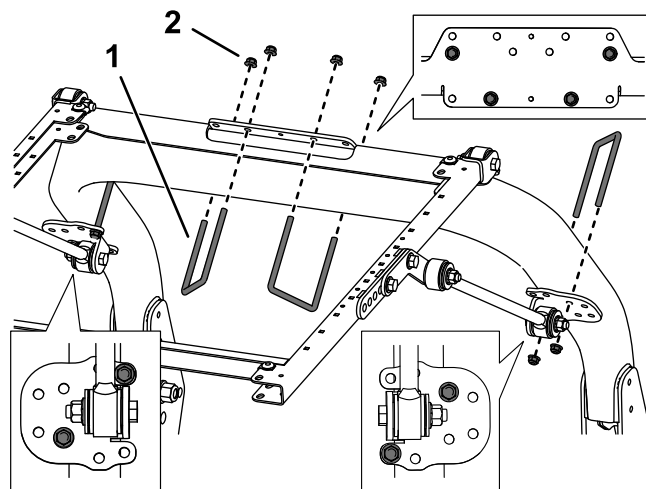

Рисунок 36
- Используя монтажные отверстия, показанные на Рисунок 36, прикрепите, не затягивая, все кронштейны подпорки к стойкам защитной дуги с помощью U-образной гайки (3¾ x 5 дюймов) и 2 фланцевых гаек.